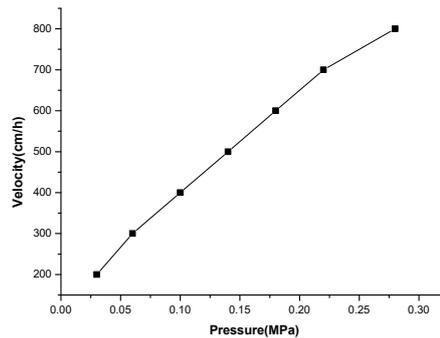

图 3.介质的压力/流速曲线 (层析柱 BPG300,柱高 20cm)
**Protein At Beads 4FF** 是以高度交联的 4%琼脂糖凝胶为基质，可以在相对较高的流速下进行单克隆抗体和多克隆抗体的纯化，其耐压性能见图 3，因此 **Protein At Beads 4FF** 适用于工业化抗体的大规模生产。